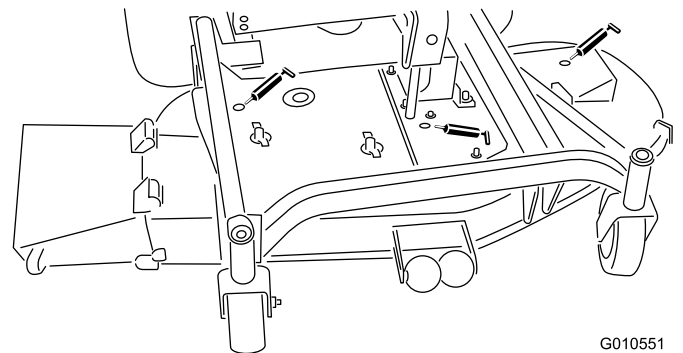

Bild 15
- Messerspindellager (Bild 15)